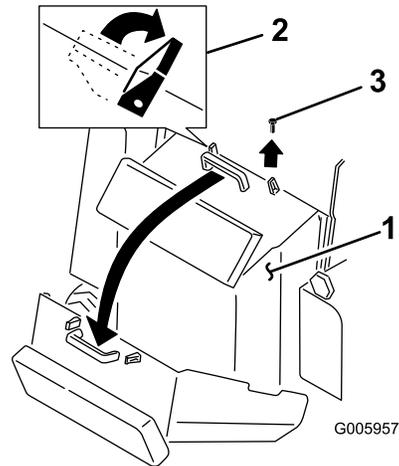

図 23
3. 後アクセスカバーの上部についているロッキングタブ2枚を開放する 図 23。
4. 右ロッキングタブの隣のボルトを外す 図 23。
5. ハンドルを握り、カバーを持ち上げて後方に開く 図 23。